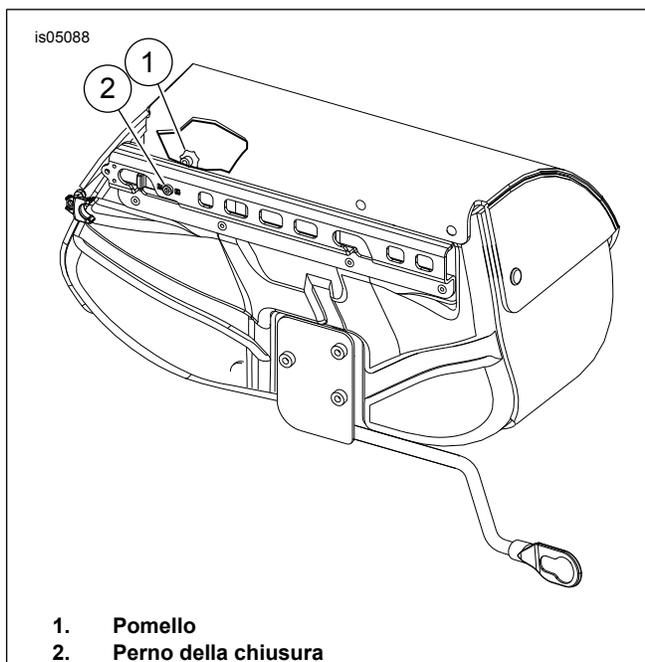

Figura 7. Pomello e chiusura della borsa portapacchi
2. Vedere Figura 7. Dall'interno della borsa portapacchi, tirare e girare il pomello (1) e il perno della chiusura (2) sgancerà il blocco della staffa.